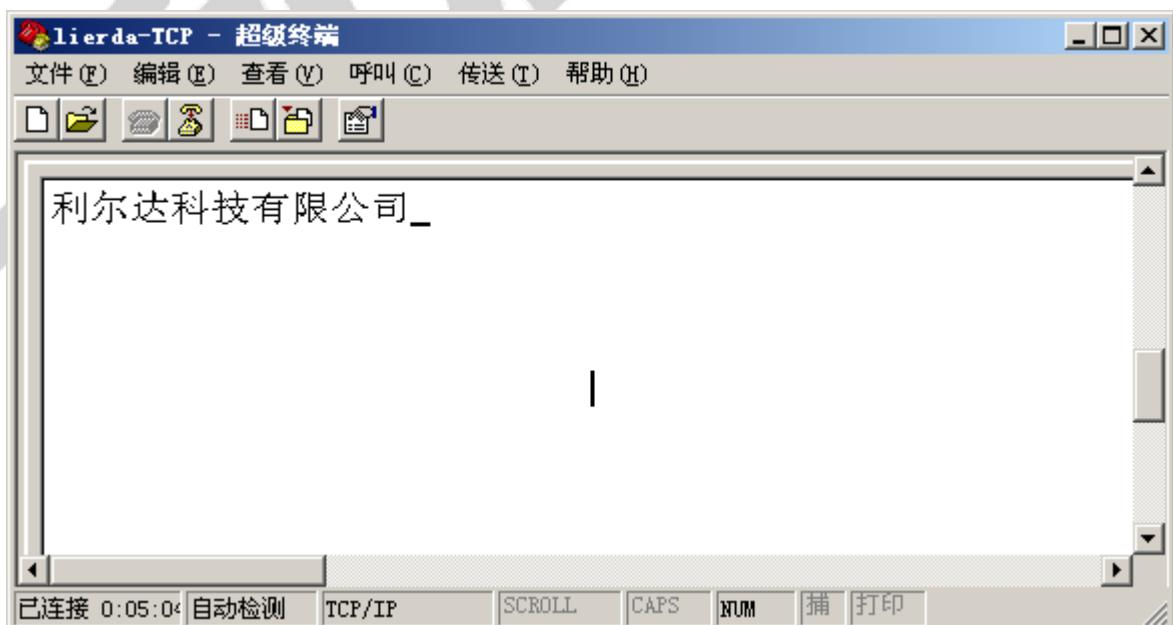

图 7.7 TCP 终端接收数据
①在 lierda-COM 终端中输入一些数据（比如：利尔达科技有限公司），此时在 lierda-TCP 终端窗口中会显示我们刚才输入的数据，如图 7.7 所示：